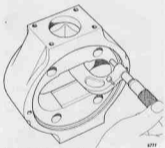

Fig 176. Mätning av mellanstycke.
23. Mät botten på kugghjulen och mellanstycket och notera skillnaden, se fig 175 och fig 176.